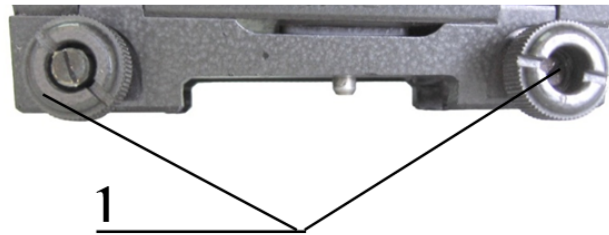

Abbildung 4: Außenansicht der Montagehalterung
- mit dem Schraubenschlüssel (1) (Abbildung 3) die Muttern (1) (Abbildung 4) für 2-3 Umdrehungen gegen den Uhrzeigersinn abschrauben
- die Muttern (1) (Abb. 4) mit dem Schraubenschlüssel (1) (Abb. 3) festziehen, um die Zuverlässigkeit der Montage zu gewährleisten.